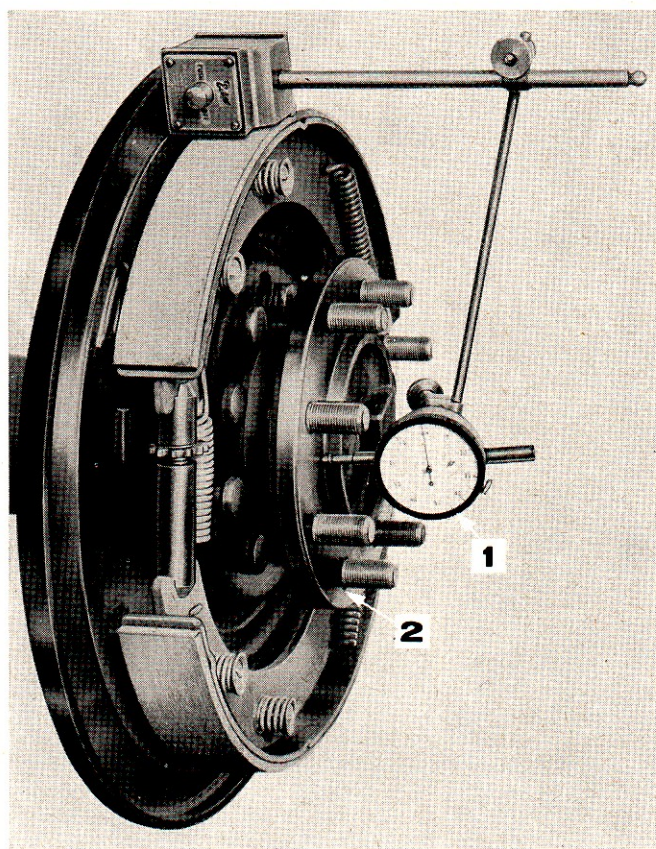

Figure 16: Mesure du jeu en bout de l'arbre de roue
- b. Placer un comparateur sur le plateau de frein du côté opposé (Figure 16). Tirer sur l'arbre opposé (l'arbre qui porte le comparateur) pour s'assurer que la position du roulement est normale. Régler le comparateur à